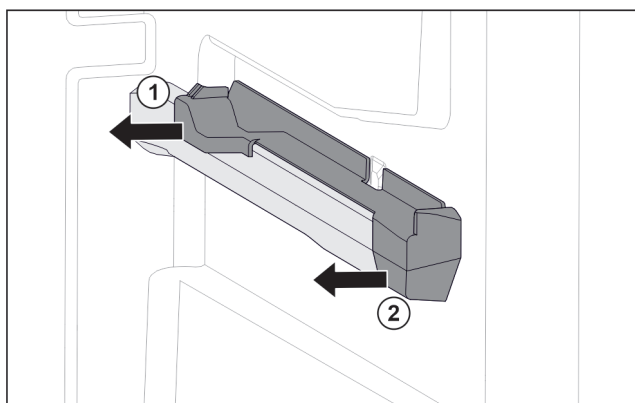

Fig. 31 Pealepisteosa paremal anumaribil
- ▶ Tõmmake pealepisteosa taga küljele maha. Fig. 31 (1)
- ▶ Tõmmake pealepisteosa ees küljele maha. Fig. 31 (2)